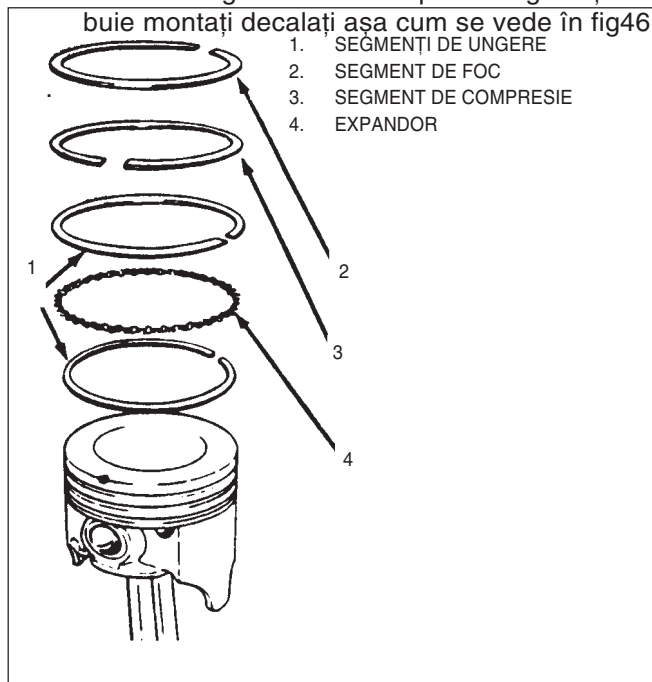

Fig. 46 Ansamblu piston
- Pentru a asigura o bună compresie segmentii trebuie montați decalati așa cum se vede în fig46.